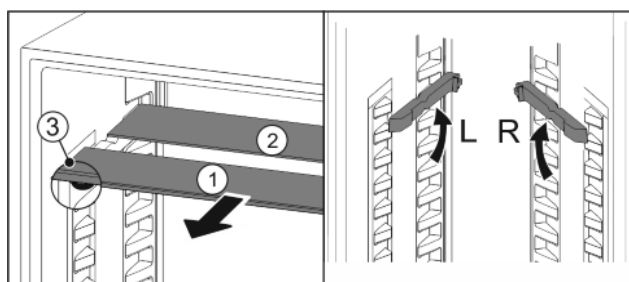

Fig. 19
- ▶ Издърпайте Fig. 19 (1) поотделно стъклените плочи напред.
- ▷ Стъклената плоча Fig. 19 (1) с ограничителя на изтеглянето е отпред.
- ▷ Ограничителите сочат надолу Fig. 19 (3).